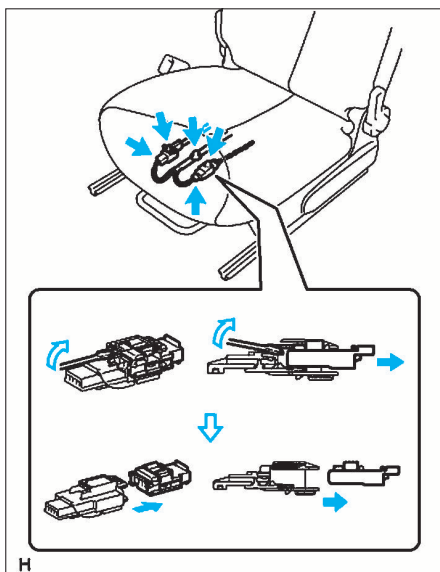

FIG. 9
- Débrancher les connecteurs situés sous le siège (fig. 9).